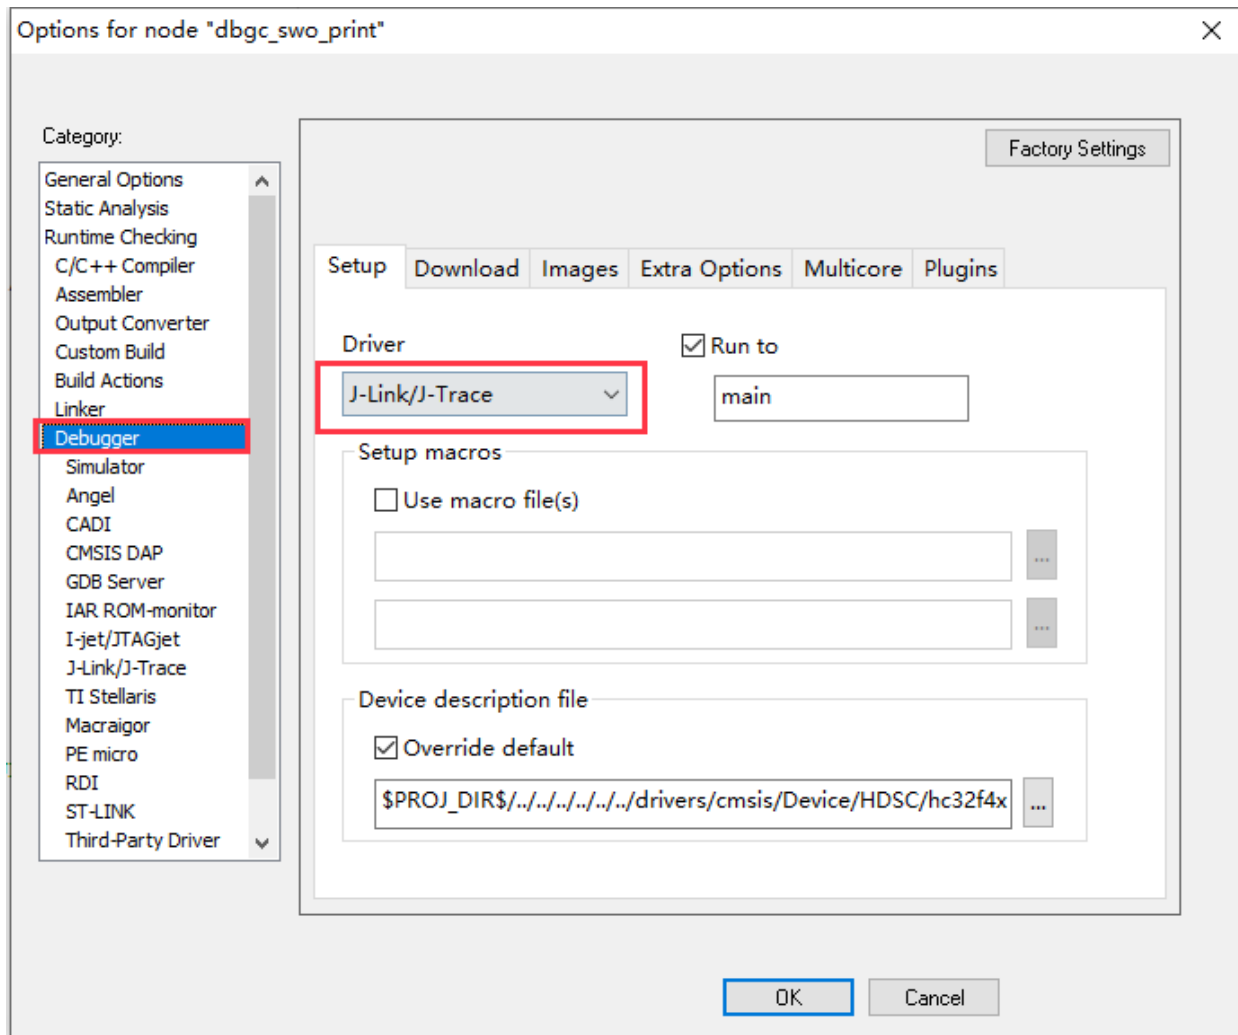

图 3-2 Debugger 配置
- 在 Project -> Options -> Debugger -> Setup 选项中，在 Driver 中选择 J-Link/J-Trace，如图 3-2 所示。或其他支持 SWO 的调试接口，本文中以 J-Link/J-Trace 为例。选则其他调试接口时，确保连接方式是 SWD 模式。